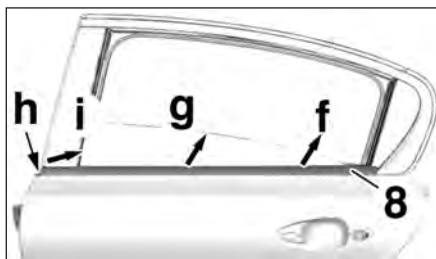

FIG. 119
- le joint lécheur extérieur (8) suivant (f), (g), (h) puis (i) (Fig.119).